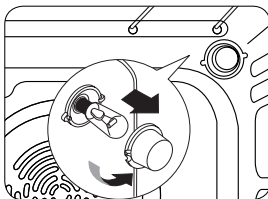

Fig. 42
- Remover a cobertura de vidro da lâmpada, girando no sentido anti-horário (fig. 42).